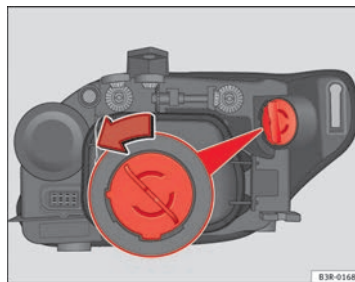

Fig. 208 Lámpara luz intermitente
- Gire el portalámparas en el sentido contrario a las agujas del reloj asíéndolo por el empuñadura → fig. 208 y extraiga el portalámparas y la lámpara.